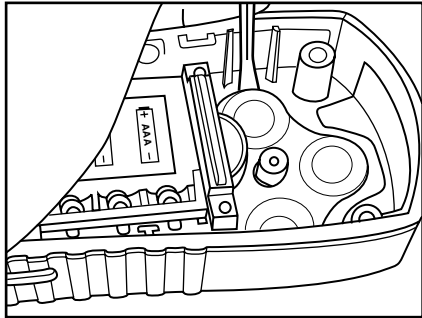

Fig. 39
- 5. Use uma chave de fenda de ponta fina para levantar a borda do filtro (Fig. 39).